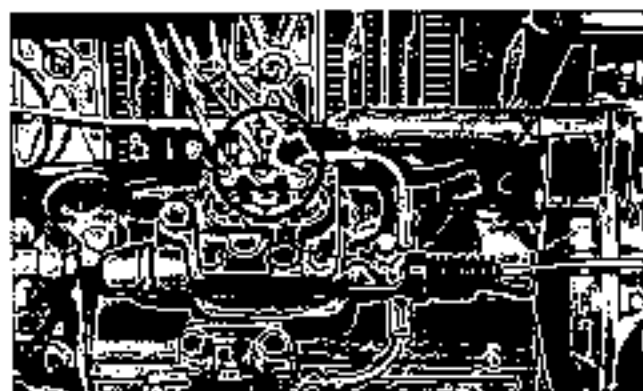

Fig. 49 - Vite di spurgo dell'aria sulla pompa d'iniezione - Immersa -
- Allentare la vite di spurgo sulla pompa di iniezione (Fig. 49).